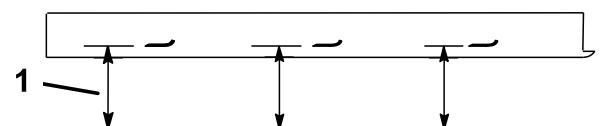

Figura 64
2. Mida desde una superficie nivelada hasta el filo de corte, posición A, de las cuchillas (Figura 64). Anote esta dimensión.